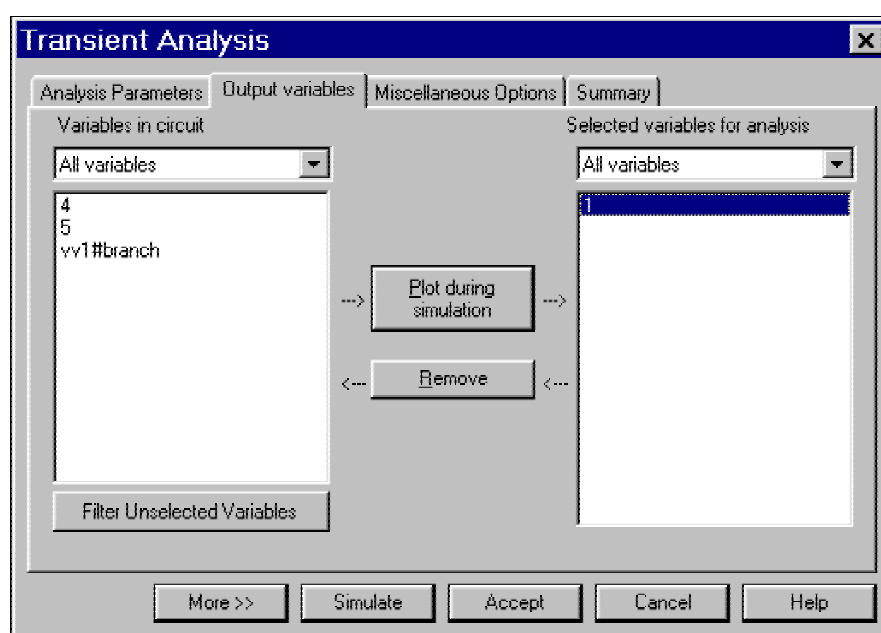

Fig. 19 Selección de las variables a analizar
- El siguiente paso es indicar que variables queremos simular. Para esto iremos al submenú OUTPUT VARIABLES. Ver Fig. 19.